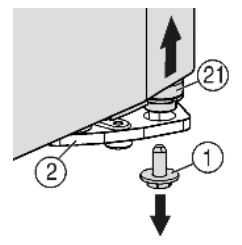
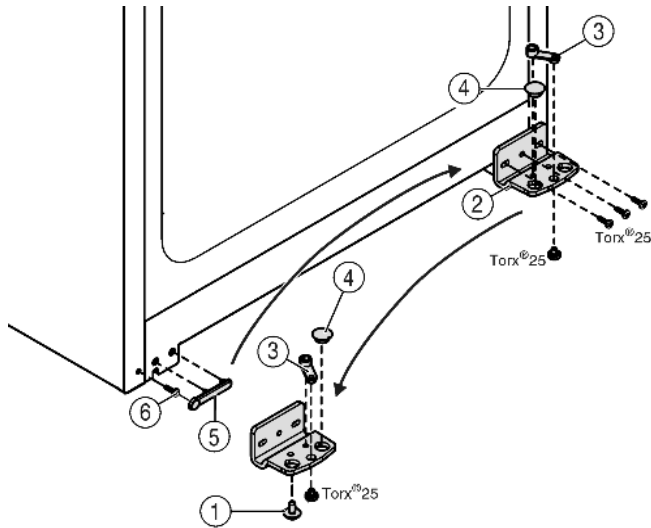

Fig. 5
Fig. 6
- ▶ Desenrosque el tornillo de seguridad Fig. 5 (1) en la parte inferior derecha del soporte de cojinete.
- ▶ El perno de cojinete Fig. 5 (2) se suelta del soporte de cojinete Fig. 6 (2).
- ▶ Si el perno de cojinete Fig. 5 (2) no se suelta, extraiga el perno presionándolo por debajo.
- ▶ Desatornille el soporte de cojinete Fig. 6 (2).
- ▶ Desatornille la pieza de cojinete Fig. 6 (3) y cámbiela al orificio de alojamiento opuesto del soporte de cojinete, volviéndola a atornillar.
- ▶ Extraiga los tapones Fig. 6 (4) del soporte de cojinete y cámbielos al orificio de alojamiento opuesto de dicho soporte.
- ▶ Desmonte con cuidado la cubierta Fig. 6 (5) en el lado del tirador.
- ▶ Desenrosque el tornillo Fig. 6 (6) y vuélvalo a colocar en el lado opuesto.
- ▶ Vuelva a colocar la cubierta Fig. 6 (5).
- ▶ Vuelva a atornillar el soporte de cojinete Fig. 6 (2) en el nuevo lado de la bisagra (**con 4 Nm**) para fijarlo; dado el caso, utilice un destornillador de batería.
- ▶ Enrosque el tornillo de seguridad Fig. 5 (1) en el perno de cojinete de la parte inferior y apriételo (**con 4 Nm**).